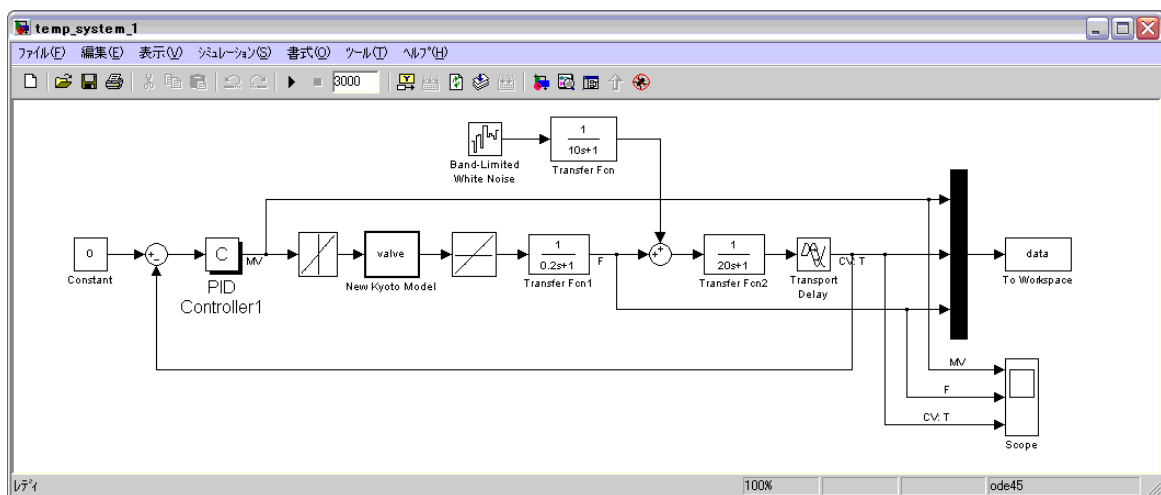
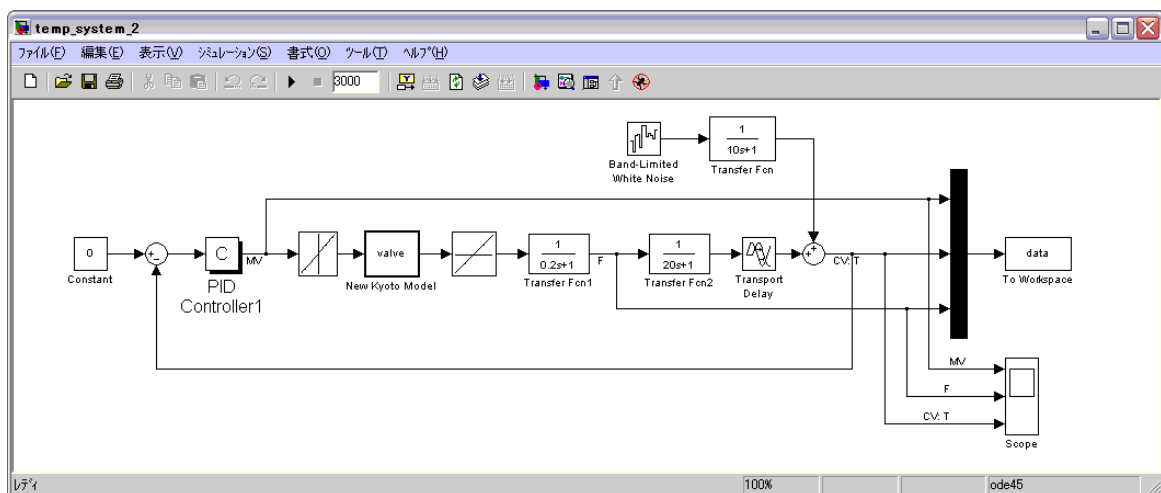

図 1 制御系 1
図 2 制御系 2
サンプルデータは、図 1、図 2 に示す 2 種類の制御シミュレーションによって作成しました。2 つの制御系の違いは、外乱が制御対象プロセスの前に付加されるか、後に付加されるかです。いずれも、温度制御系を対象としており、制御変数 (CV) は温度 (T)、操作変数 (MV) はバルブ開度であり、バルブ開度から流量 (熱媒を想定) への動特性を一次遅れ (Transfer Fcn1) で、流量から温度への動特性を一次遅れ (Transfer Fcn2) とむだ時間 (Transport Delay) で表現しています。また、調節弁の固着を表現するために、WS25 で開発したモデル (New Kyoto Model) を利用しています。コントローラは PI コントローラであり、設定値は 0 で一定としました。